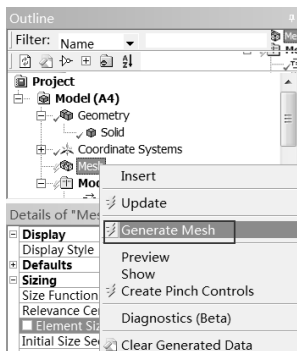
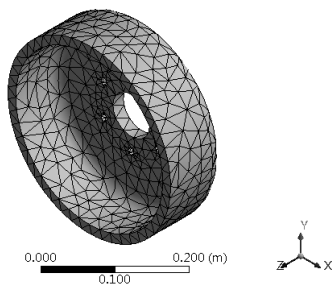

图 6-75 网格划分
图 6-76 划分后网格
Step6：在 Outline 栏中 Mesh 选项上右击，从弹出的快捷菜单中选择 Generate Mesh 命令，划分网格，如图 6-75 所示。划分后网格如图 6-76 所示。